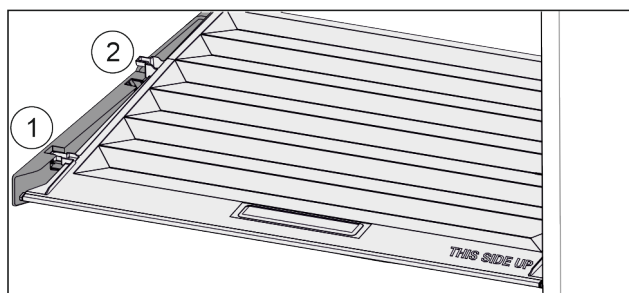

Fig. 73
- Træk dækslet fremad til åbning i holdedelen Fig. 73 (1).
- Løft nedefra og bevæg det opad og ud Fig. 73 (2).